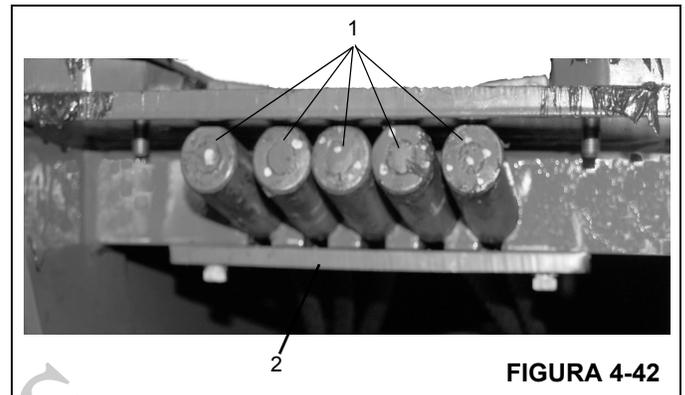

FIGURA 4-42
- 13. Coloque as pontas fixas dos cinco cabos (Figura 4-42, 1) nas fendas na parte superior da seção volante e fixe-as
com a placa de retenção do cabo de extensão (Figura 4-42, 2) e dois parafusos.